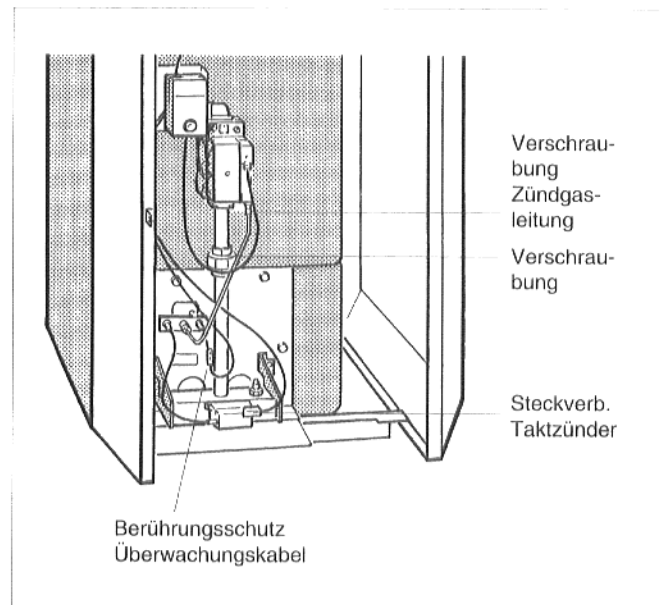

Abb. 39: Gasbrenner
- ★ Verschraubung der Zündgasleitung an der Armatur lösen (Abb. 39)
- ★ Gasbrenner an der Verschraubung von der Armatur trennen (Abb. 39).
- ★ Berührungsschutz am Überwachungskabel entfernen und Steckverbindung lösen (Abb. 39).
- ★ Steckverbindung am Taktzünder lösen (Abb. 39).